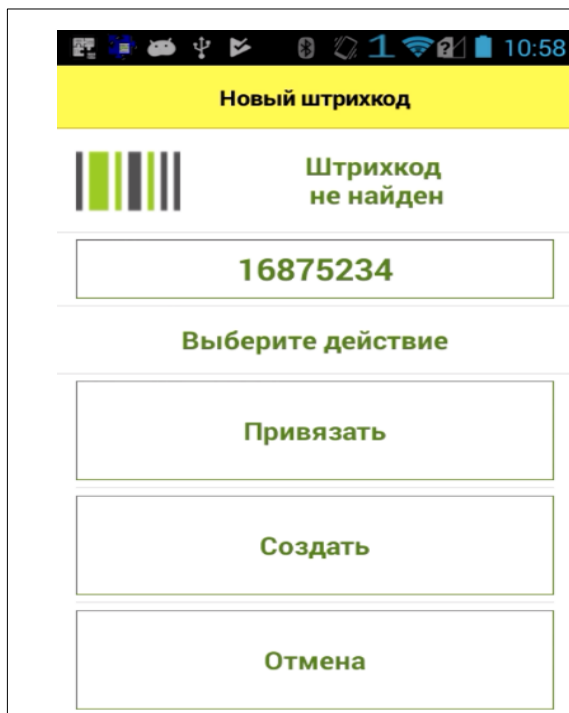

Рис. 2.6 – Привязка штрихкодов
- **Привязка неизвестных штрихкодов** - при включенном режиме привязки неизвестных штрихкодов, после сканирования такого штрихкода, программа предложит привязать его к уже имеющейся позиции номенклатуры, либо создать новый (Рис. 2.6);